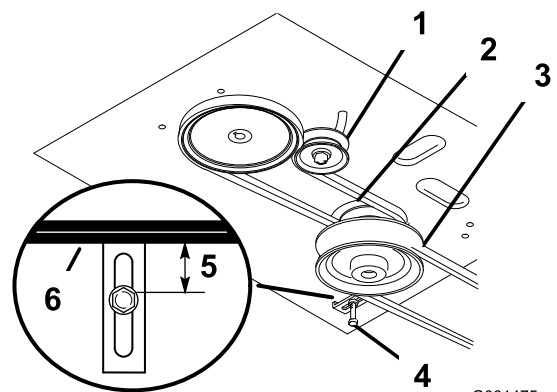

Figure 46
8. Vérifiez le bon réglage du guide-courroie sous le bâti du moteur (Figure 46).
Remarque: Le guide-courroie et la courroie du tablier de coupe doivent être espacés de 19 mm (¾ po) quand la courroie est engagée (Figure 46). Réglez la courroie du tablier de coupe au besoin. La courroie désengagée ne doit pas traîner ni tomber de la poulie quand les guides et la tension de la courroie sont réglés correctement.